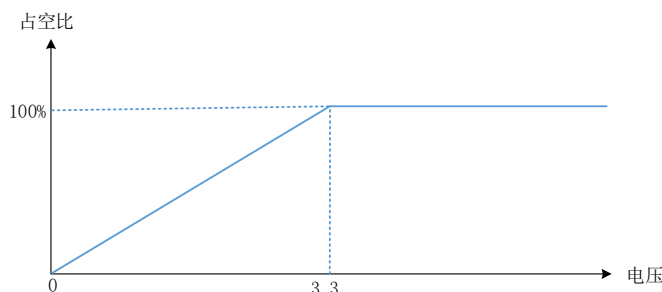

图 4 PA1 占空比与模拟信号电压值（A）的关系
- 1) 脉冲输出：通过定时器通道 PA1 和 PA2 输出占空比可调的脉宽调制信号，非“锁定”状态下，PA1 输出占空比 D_{PA1} 与采集到的模拟信号电压值（A）相关，如图 4 所示。